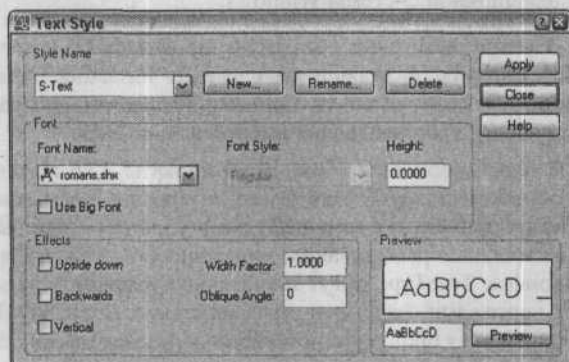

Рис. 9.1. Перед вводом текста задайте его стиль
Активируется диалоговое окно Text Style (рис. 9.1).
7. Измените остальные параметры текстового стиля, как показано на рис. 9.1, а именно: в текстовое поле **Height** (Высота) введите 0.0, в текстовое поле **Width factor** (Степень сжатия/растяжения) — 1.0, в текстовое поле **Oblique angle** (Угол наклона) — 0.0. Все четыре флажка этого диалогового окна оставьте снятыми.